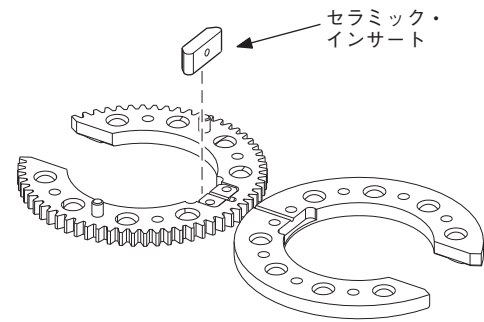

図 35：セラミック・インサートを取り外す
7. セラミック・インサートを取り外します。図 35 をご参照ください。